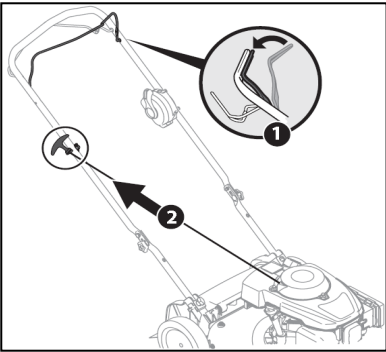

图3
- 站在把手后方，将油门控制杆拨到'Start' \N| 位置，压下刹车控制杆，保持与上把手贴合。参考图3。